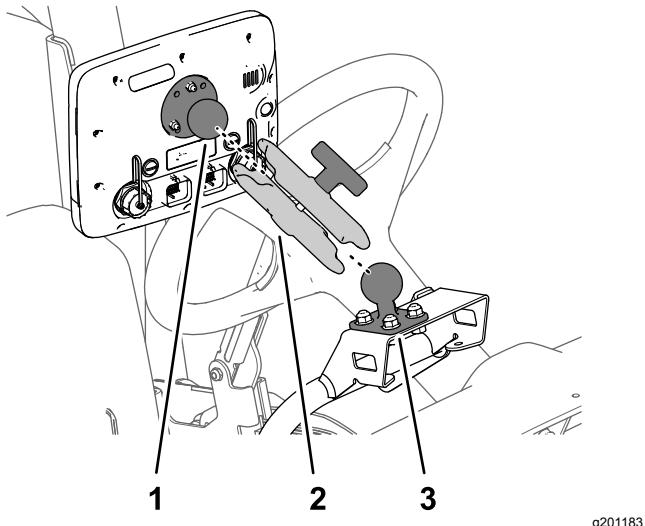

Рисунок 165
3. Подсоедините шаровый соединитель монитора и шаровое крепление на машине к стойке монитора (Рисунок 165).
4. Отрегулируйте монитор таким образом, чтобы его можно было видеть с рабочего места оператора, и затяните ручку на стойке монитора от руки (Рисунок 165).